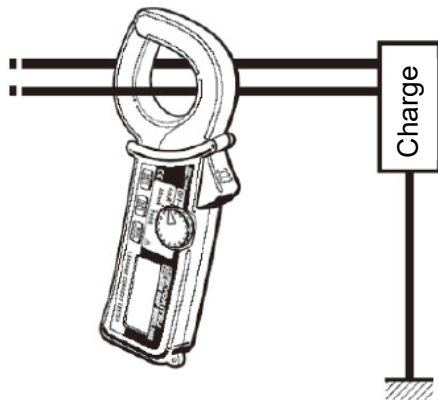

Fig. 1 Mesure du courant de charge
- (1) Placez le commutateur de plage à la position souhaitée. Le courant à mesurer doit se situer dans la plage de mesure sélectionnée.
- (2) Mesure normale (voir Fig.1, 2):